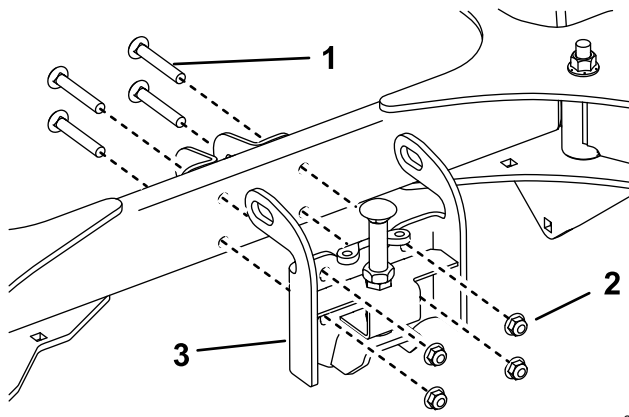

Figura 5
2. Utilice las fijaciones que acaba de retirar para instalar el soporte de bloqueo del lanzanieves (Figura 5). Apriete a 37 – 45 N·m (27 – 33 pies-libra).